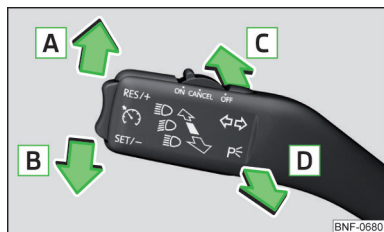

Bild 41
Manöverspakslägen » bild 41
- › För manöverspaken till läget A resp. B » bild 41 på sidan 46.